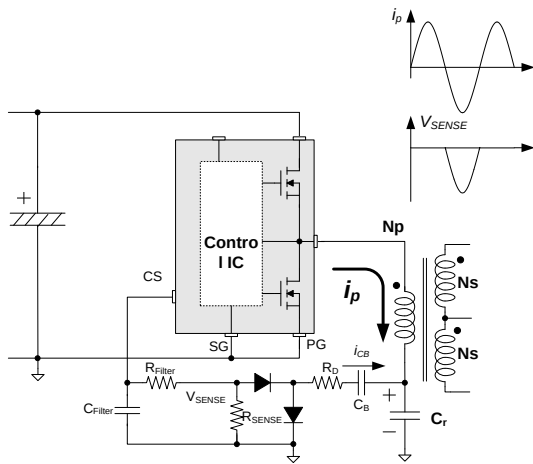

图 29. 电容检测
8.2 电容感测方法：漏极电流可以采用一个额外的与谐振电容并联的电容检测，如所示图 29。在低侧开关导通期间，通过 C_B 的电流 i_{CB} 使 V_{SENSE} 加在 R_{SENSE} 上。 i_{CB} 是 i_p 按阻抗比 C_r 和 C_B 的分流。一般地， C_B 与 C_r 比较合适的比值为 1/100~1/1000。 R_D 用作减少开关转换产生的噪声的阻尼。通常可使用数百欧姆至几千欧姆。